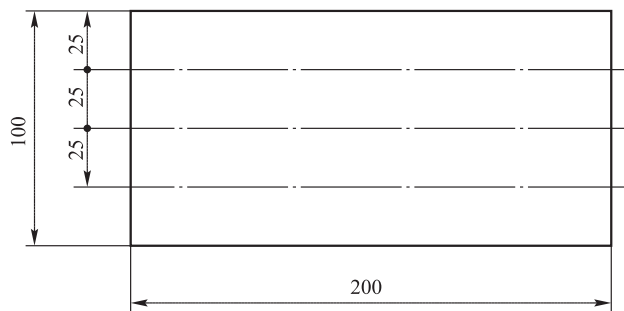

图 3-24 画线
- 7) 用粉笔(石笔)在焊件表面画平行线，间隔为 25 mm，如图 3-24 所示。